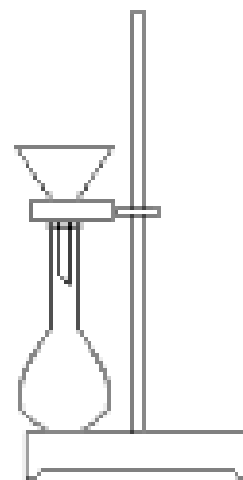

図 1
- 2) 1)の溶液の入ったコニカルビーカーを、氷が入った水浴で室温まで冷却した後、ろ過する。ろ液は図 1 のように 100 mL メスフラスコに直接受ける。